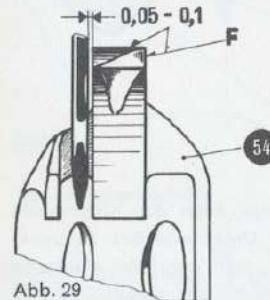

Abb. 29
Jetzt prüft man die seitliche Einstellung der Nadel zum Greifer (54) nach. Der Abstand soll 0,05 bis 0,1 mm betragen (Abb. 29). Die seitliche Verstellung des Greifers (54) erfolgt durch Verschieben der Greiferbahn (56).